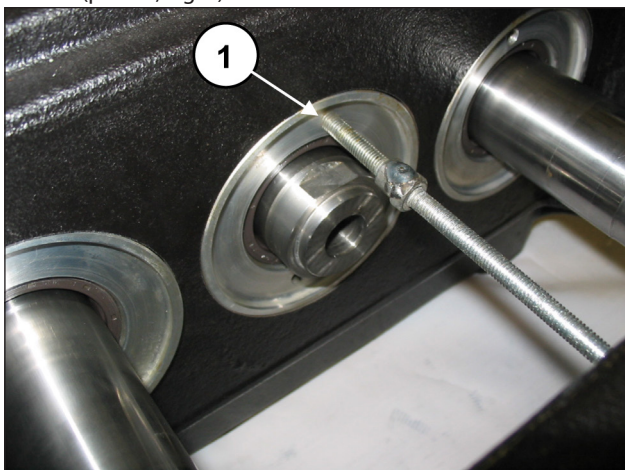
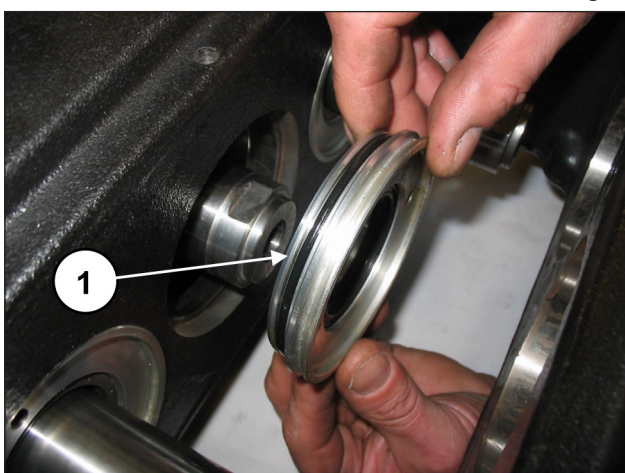

Fig. 4
Fig. 5
Extraer las tapas de retención enroscando una barra roscada o un tornillo M6, para que actúe como extractor, en los orificios de la tapa (pos. ①, Fig. 4) y extraer las tapas del grupo de la bomba (pos. ①, Fig. 5).